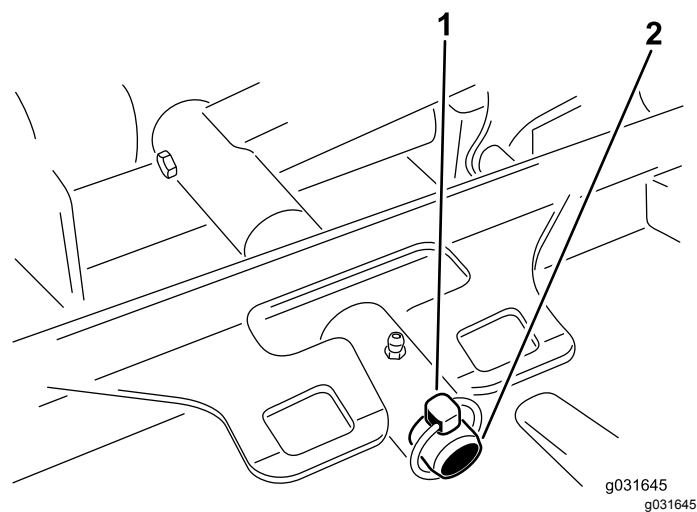

Figura 68
3. Retire o pino de sujeição ou a porca de bloqueio que fixa estrutura de suporte da unidade de corte ao pino de articulação do braço de elevação (Figura 68).
3. Deslize a estrutura de suporte da unidade de corte para o pino de articulação do braço de elevação e prenda-a com o pino de sujeição ou a porca de retenção (Figura 68).